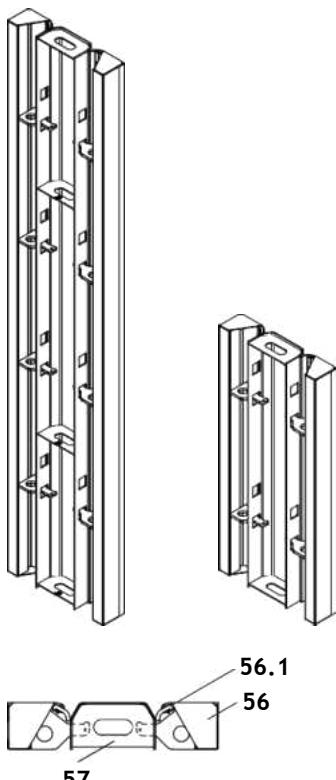

Fig. A12.03
- 2 x външни елемента AT 3/AT 5 (56) за прибл. 2.5 cm / 5 cm бетоново покритие
- 1 x централен елемент MT (57) (Fig. A12.03)